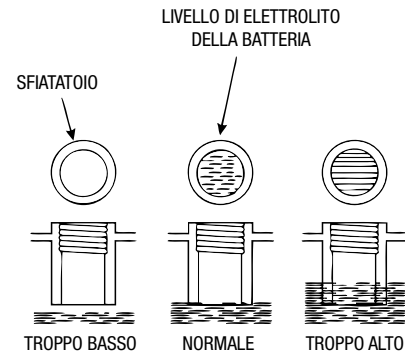

Figura 59. Livelli di elettrolito della batteria
- Controllare la batteria regolarmente e assicurarsi che ciascun livello di elettrolito si trovi nella parte superiore dello sfiatatoio (figura 59). Se necessario, aggiungere solo acqua distillata in un'area ben ventilata.